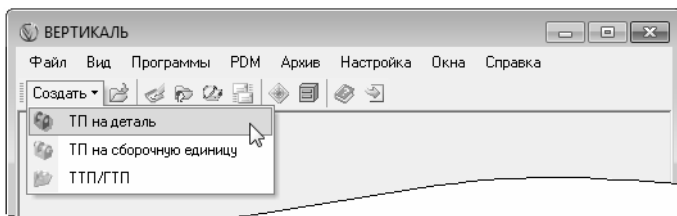

Рис. 1.1.
1. Выберите в основном меню **Файл — Создать — ТП на деталь** или нажмите кнопку **Создать — ТП на деталь** на инструментальной панели (рис. 1.1).